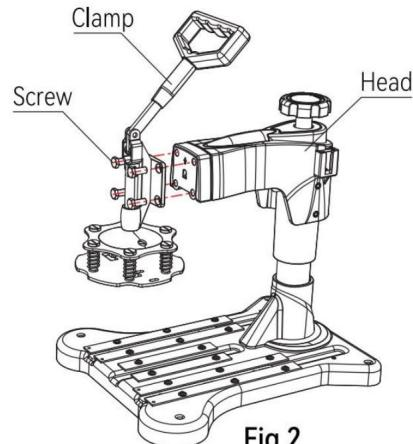

Fig 2
2. Führen Sie die vier Schrauben durch den Schnellclip und den Adapter, schrauben Sie sie dann fest an den Maschinenkopf und verwenden Sie einen Schraubenschlüssel, um die Schrauben festzuziehen (wie in Abbildung 2 gezeigt).